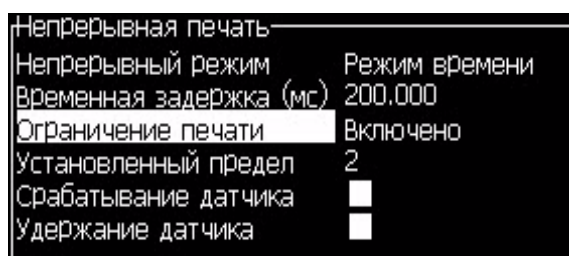

Рисунок 4-25: Диалоговое окно "Continuous Print" (непрерывная печать)
- 1 Выберите опцию “Continuous Print” (непрерывная печать) из меню “Print” (печать). Появится диалоговое окно “Continuous Print” (непрерывная печать) (Рисунок 4-25).